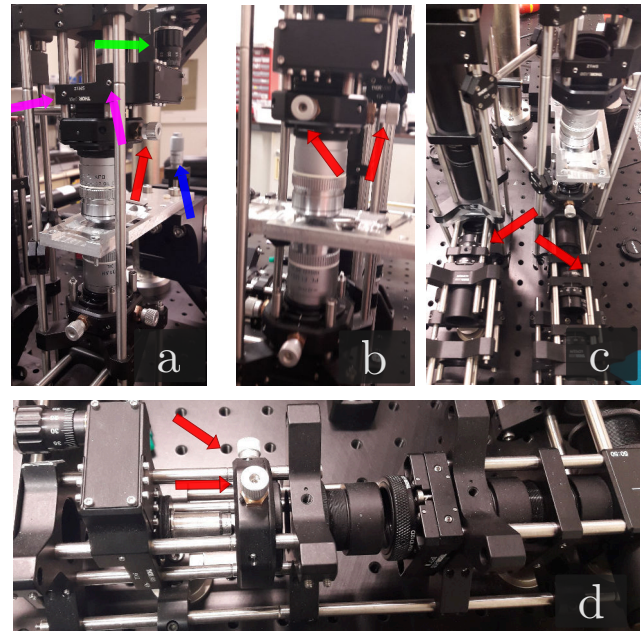

Figure 6 – Réglages Manip : a) et b) Objectif collecteur et platine. C) Illumination : polariseur, $\lambda/2$. c) Illumination : filtrage spatial
1. Mise au point du diaphragme d'abord grossière en desserrant puis en déplaçant l'objectif à la main. LE réglage fin se fait jouant sur la molette en z de l'objectif collecteur (Fig. 6 (a), flèche verte)
2. Centrage du champ de vision à l'aide des réglages de l'objectif collecteur (Fig. 6 (a,b), flèches rouges)
3. Mise au point de l'objet à l'aide du réglage z de la platine (Fig. 6 (a), flèche bleue)
Le filtrage spatial peut parfois se dérégler en cas de changement de température, il peut être réglé à l'aide des molettes indiquées en rouge sur la Fig. 6 (d). L'intensité d'illumination et le contraste des franges d'interférence peuvent être réglés à l'aide des polariseurs et des lames $\lambda/2$ indiquées sur la figure 6 (c).
sur le haut du support (Fig 6.a, flèches magentas) et faire le réglage à la main, ce qui n'est pas évident vu les grossissements utilisés. Remarque : les 4 vis du bas ne doivent jamais être serrées !